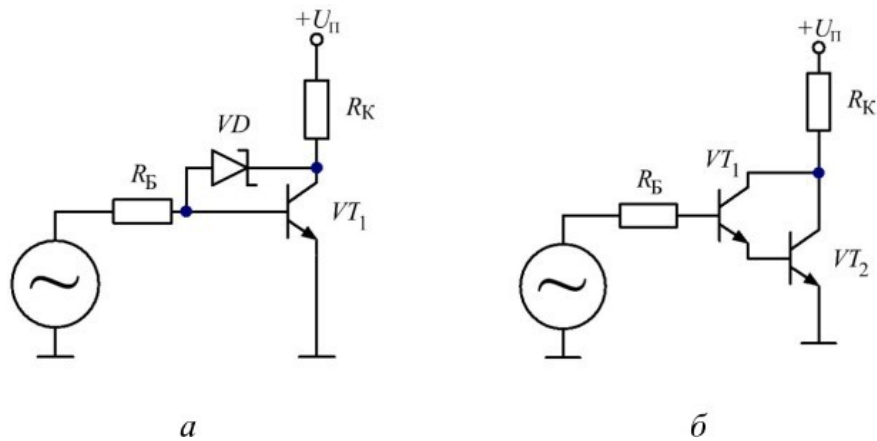

Рис. 4.11. Схемы быстродействующего транзисторного ключа с диодом Шоттки (а) и транзисторного ключа на базе составного транзистора (б)
9. Соберите схему транзисторного ключа с диодом Шоттки (рис. 4.11, а). Для этого сначала отключите форсирующий конденсатор, а затем подключите диод Шоттки типа ВАТ43 между базой и коллектором транзистора.
11. Соберите схему транзисторного ключа на составном транзисторе по схеме Дарлингтона (рис. 4.11, б) и повторите для этой схемы измерения согласно п.п.4, 5, 6. Из-за того, что коэффициент усиления по току пары Дарлингтона очень велик (он равен примерно  $\beta_1 \cdot \beta_2 = \beta^2$ ), в качестве сопротивлений резисторов в цепи базы используйте 47, 100, 220, 470 кОм. Осциллограмму следует сохранить только для какого-то одного номинала резистора  $R_B$  на ваш